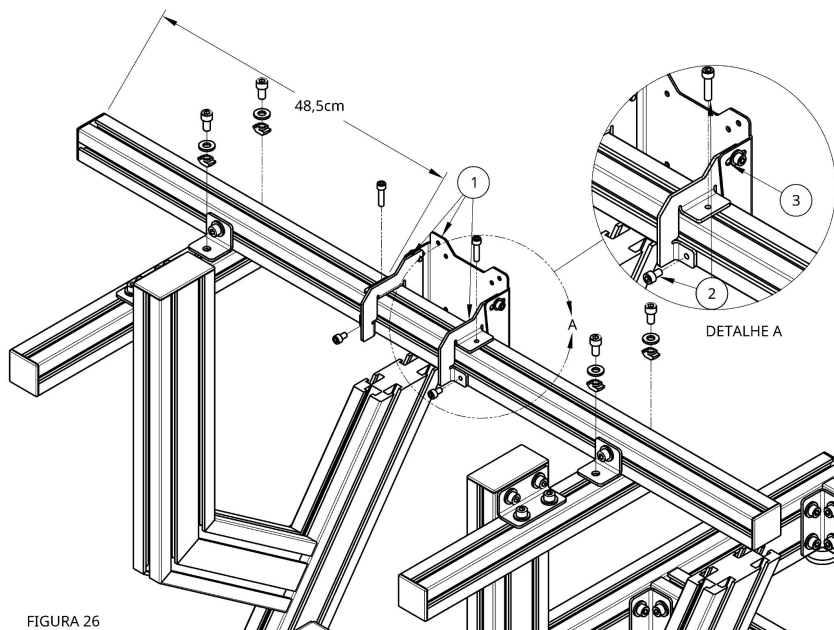

FIGURA 26
Encaixe-o sobre o perfil transversal utilizando a medida da Figura 26 como referência para centralizá-lo.
Monte os suportes dos monitores (1), seguindo as instruções da **Página 26, Figura 26**.